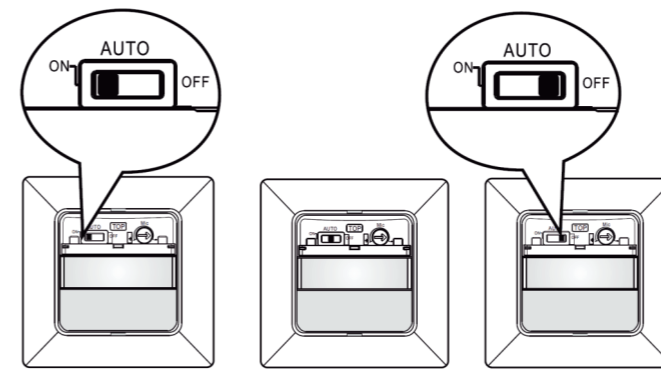

Bild 13
4.1.2 Funktionen des Schiebeschalters. (Siehe Bild 13)